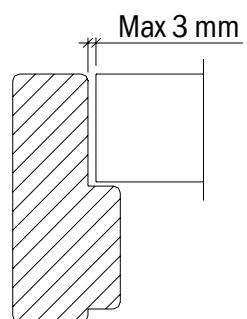

Fig. 3
5. Klaring mellom dørblad og karm skal være maks 3 mm (fig 3). Slutstykket justeres for korrekt lukking.